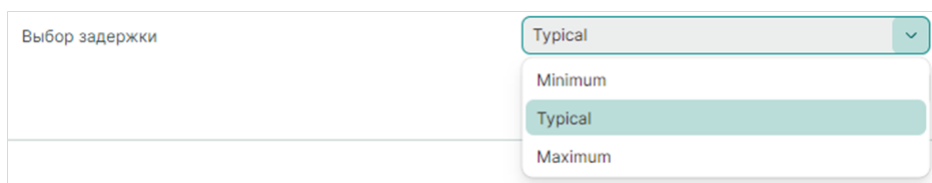

Рис. 130 Выбор режима задержки
- «Выбор задержки» – выбор режима задержки. Зависит от наличия соответствующих директив в файлах Verilog-проектов, см. Рис. 130.